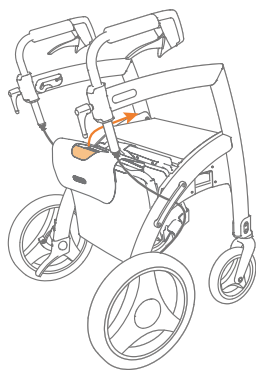

Figure 33: Soulevez le dossier du fauteuil roulant vers le haut et l'avant.
- b. Pour convertir le rollator en fauteuil roulant électrique, le paquet de fauteuil roulant doit être tiré vers le haut. Prenez la poignée du paquet de fauteuil roulant et tirez légèrement vers le haut et vers l'avant jusqu'à la moitié du cadre (**Figure 33**).